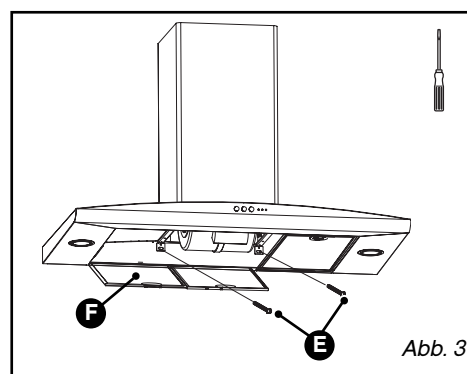

Abb. 3
– Die beiden Schrauben unten einschrauben (E/Abb. 3).
– Im Fall eines Rohrs mit 125 mm Querschnitt den gelieferten Adapter benutzen (Abb. 3).